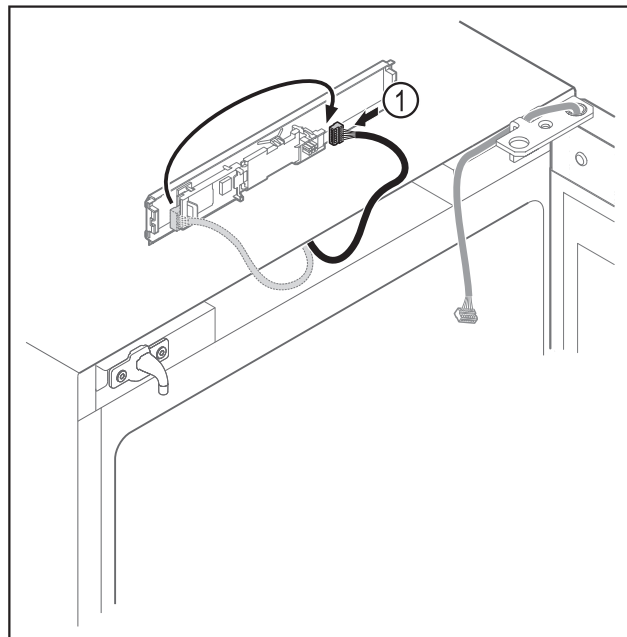

Fig. 16
- Scambiare la posizione del connettore Fig. 16 (1) sulla scheda.